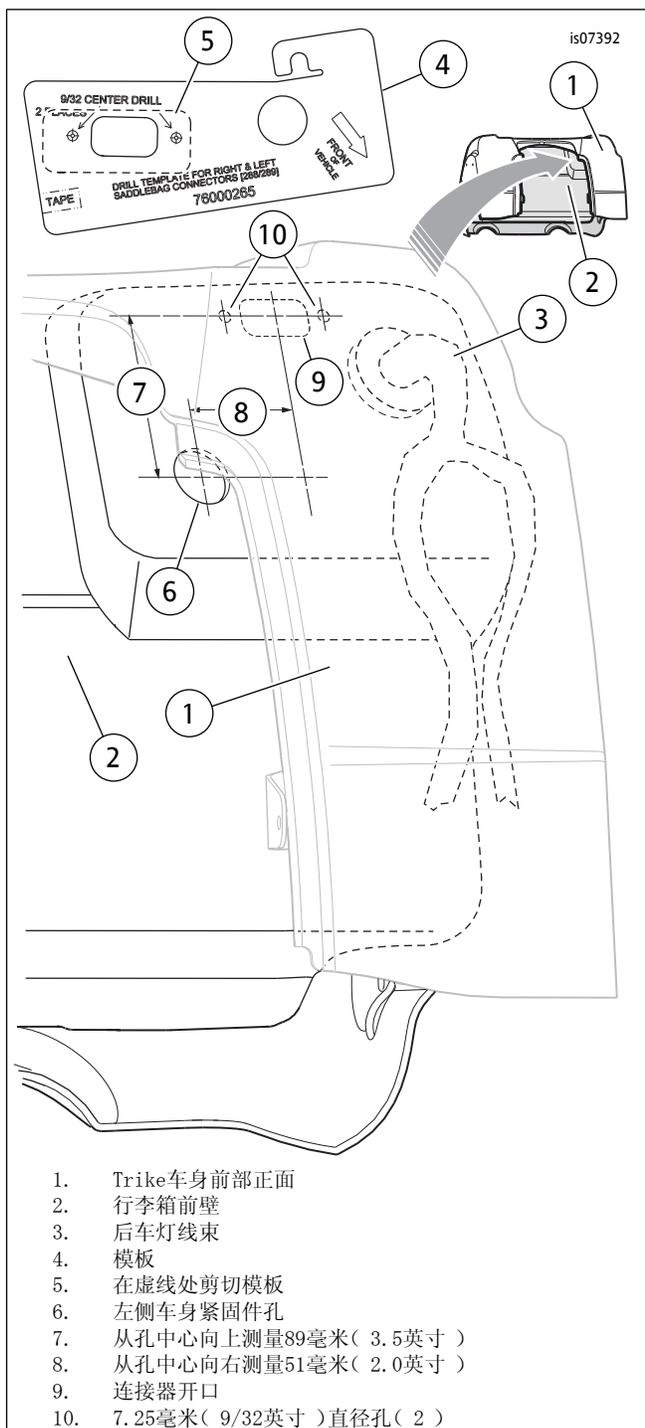

图4。Trike车身钻孔(用于12路面板安装式连接器)
- 参见图4。找到左侧车身紧固件孔(6)(行李箱前壁(2)上, Trike车身前部正面(1))。
- 从左侧车身紧固件孔中心向上测量89 mm (3.5 in) (7), 然后向外侧测量51 mm (2.0 in) (8)。在行李箱前壁标记该位置。
如果面板连接器凸缘没有位于平面上或太靠近后车灯线束(图4: 项目3)套环, 可稍稍调节模板位置。